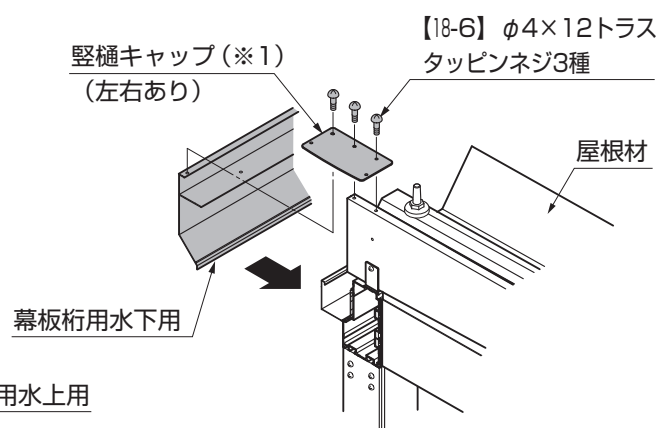

図17-3 B部詳細図
- ②幕板桁用水上用の両端上方の内側に止水パッキン横樋梁用の裏面シールをはがして貼付けてください。（図17-3参照）
- ③幕板桁用水上用を縦樋キャップに【18-6】で取付けてください。（図17-3参照）